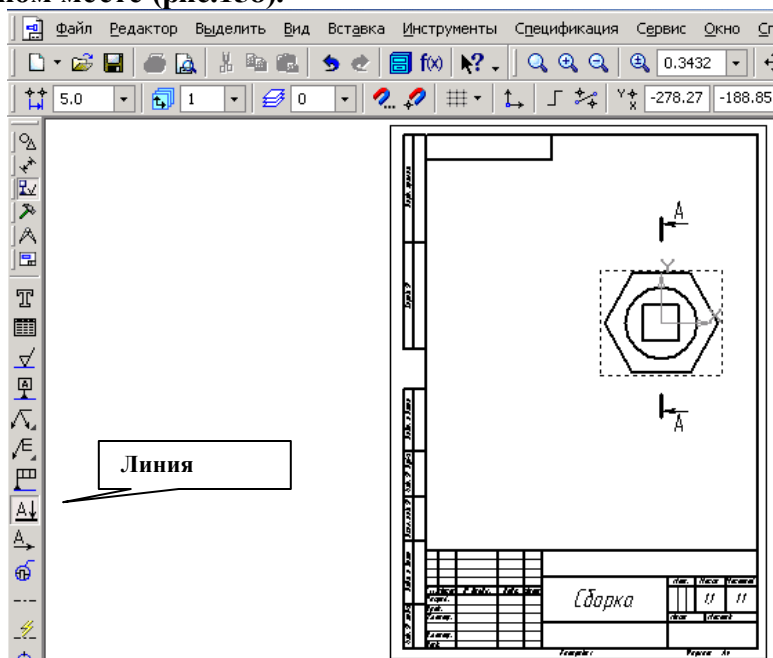

Рис.157 Положение секущей плоскости на виде слева
Выберем ориентацию главного вида – слева, с помощью кнопки Схема видов оставим только главный вид (рис.157).
1. Установив привязку Выравнивание, зададим траекторию разреза А-А (рис.157);